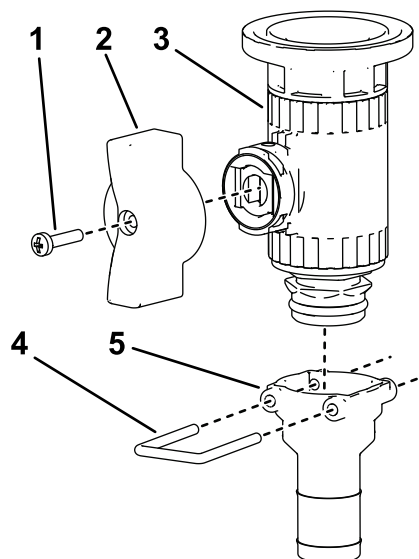

Bild 39
- Befestigen Sie den Flügelgriff und das gerade Anschlussstück am geflanschten Regelventil (Bild 39).
- Befestigen Sie das gerade Anschlussstück am geflanschten Regelventil mit dem Halter, wie in Bild 39 abgebildet.